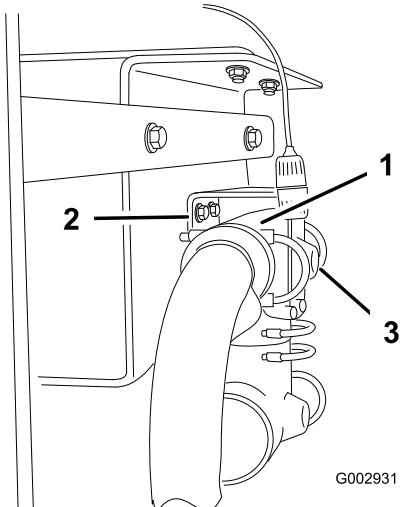

Figura 18
6. Togliete gli elementi di fissaggio che ancorano il raccordo a T dietro la valvola di alimentazione della barra, in modo che il raccordo a T si stacchi e pendga sul flessibile (Figura 18).
7. Praticate con cautela un foro (diam. 1/4 poll.) sulla parte anteriore dell'orifizio, sul retro del raccordo a T (Figura 18).